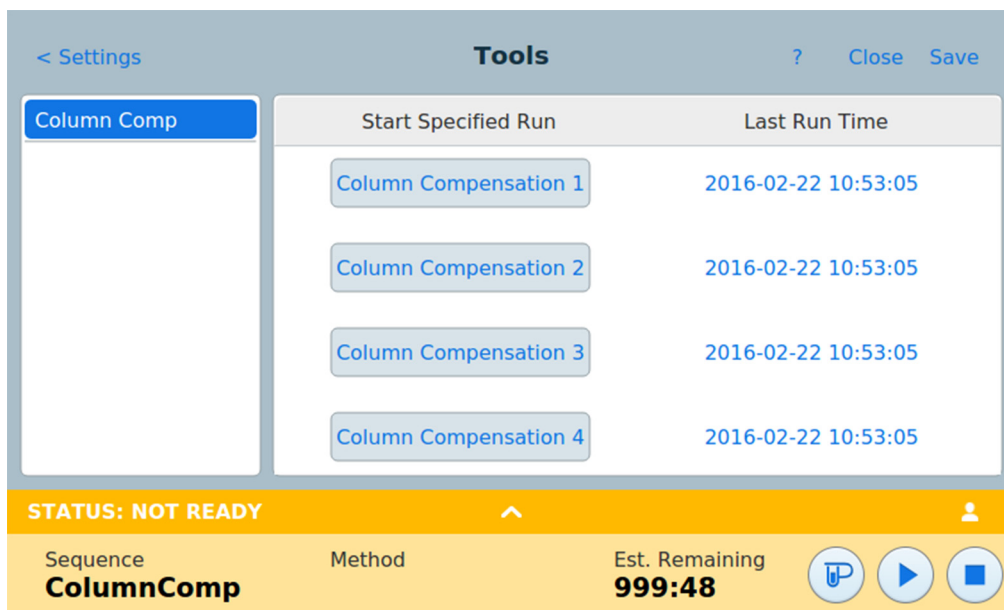

Figure 50 Page Outils
La page Outils vous permet d'effectuer des cycles de compensation de colonne pour les colonnes installées sur le CPG. Voir Figure 50.
- 1 Avec la page Outils affichée (voir Figure 50, page 132), appuyez sur la **Compensation de colonne** souhaitée dans la colonne **Démarrer le cycle spécifié**. Le CPG effectue le cycle de compensation de colonne. Aucune injection ne se produit dans le cadre de ce cycle.